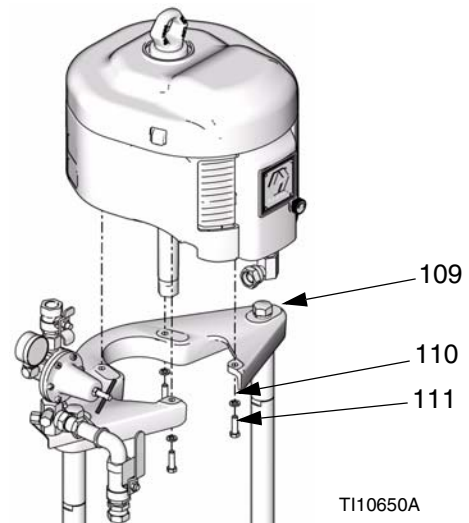

FIG. 26
- b. *En NXT con plato más pequeño:* Si se retiró el motor, apriete los tornillos prisioneros (111) y arandelas (110) de la abrazadera de soporte (109). Vea la FIG. 26 de la página 22.
1. Con un dispositivo de izado firme, fije el motor a la placa de soporte (109) con tornillos (111) y arandelas (110). Vea la FIG. 26 de la página 22.